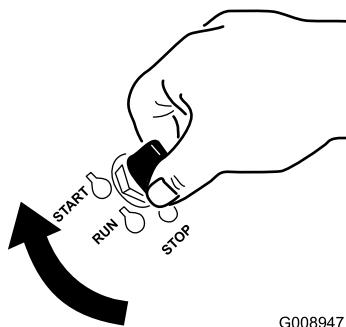

Figura 15
1. Gire la llave de contacto a la posición de Arranque (Figura 15). Cuando el motor arranque, suelte la llave.
- Gire la llave de contacto a la posición de Arranque (Figura 15). Cuando el motor arranque, suelte la llave.